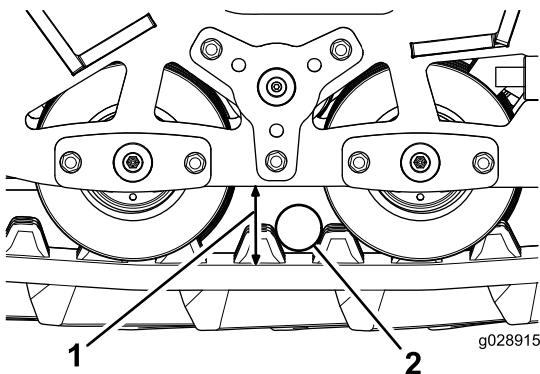

Figura 20
4. Mida la distancia (holgura) entre la superficie interior de la oruga y la viga de la oruga (Figura 20).